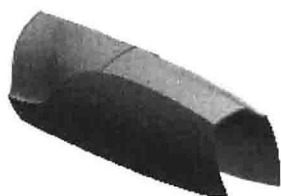
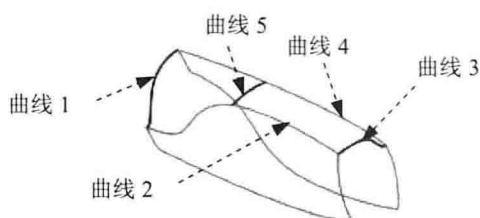

图 1.26 绘制 ISDX 曲线
图 1.27 编辑 ISDX 曲线
(10) 绘制图 1.26 所示的曲面。单击“曲面”按钮，在“首要”区域中依次选取图 1.27 所示的曲线 1、曲线 2、曲线 3 和曲线 4 为主曲线；在“内部”区域中选取曲线 5 为内部曲线；单击操控板中的“完成”按钮，完成类型 1 的创建。单击“确定”按钮，退出 ISDX 环境。